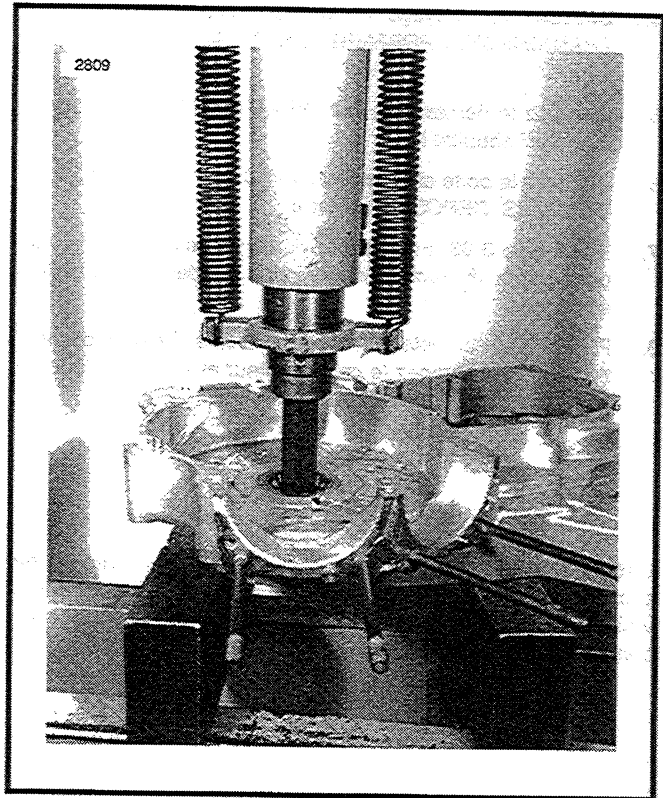

Figure 3-66. Dépose de la queue de vilebrequin côté transmission
12. Voir Figure 3-66. Utilisez l'EXTRACTEUR DE ROULEMENT DE VILLEBREQUIN (réf. HD-94547-80) pour retirer les bagues extérieures de la queue de vilebrequin.